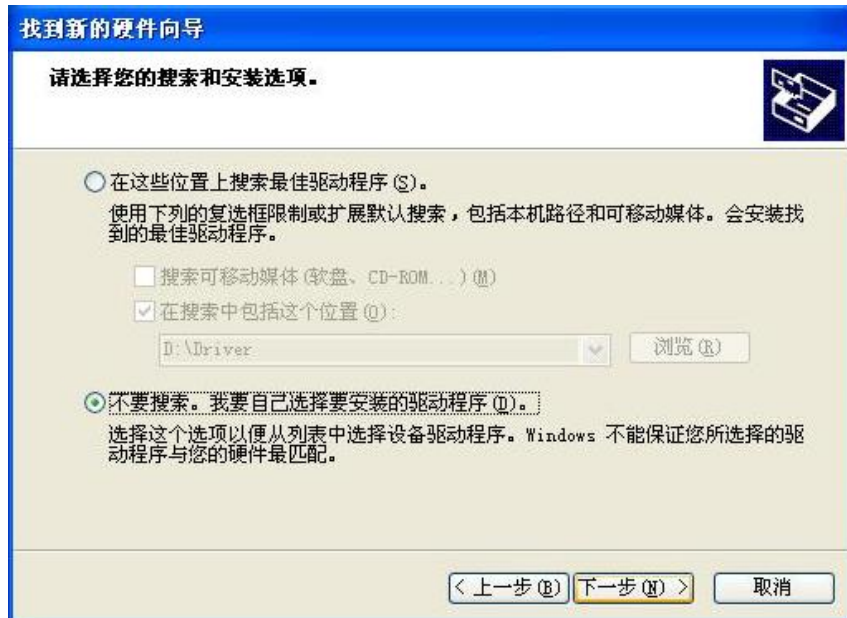

图 2-2 运动控制卡驱动程序安装界面
- (3) 选择“从列表或指定位置安装(高级) (S)”，点击“下一步(N)”。如图 2-1 运动控制卡驱动程序安装界面及图 2-2 运动控制卡驱动程序安装界面所示。